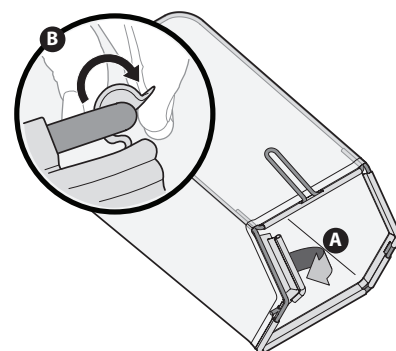

Figura 4
1. Siga los pasos a continuación para ensamblar el colector de césped. Asegúrese que la bolsa para recortes está con el lado derecho hacia afuera antes de ensamblar (la etiqueta de advertencia estará hacia afuera). Consulte la Figura 4.